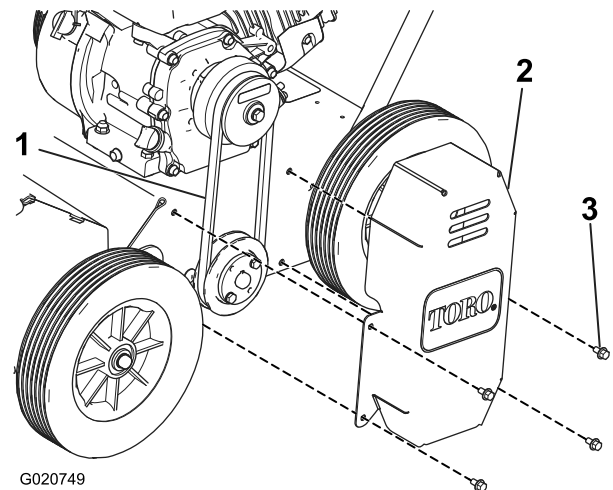

Figura 21
2. Retire las 4 tuercas que sujetan la cubierta de la correa al lado izquierdo de la máquina, y retire la cubierta (Figura 21).
3. Compruebe la tensión de la correa (Figura 21)